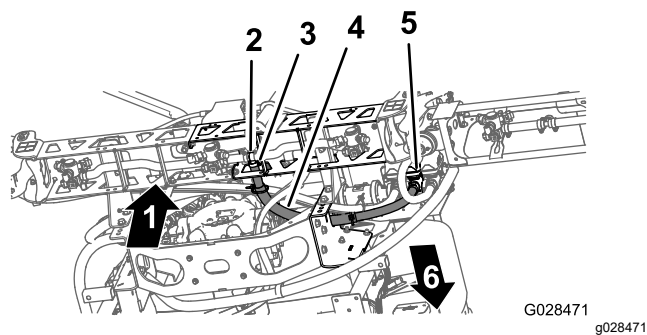

Figura 44
- 1. Oriente a tubagem da secção da rampa central como se mostra na Figura 44.
- 2. Instale o tubo da secção da rampa sobre a união em T estriada na secção da rampa central e prenda o tubo com uma braçadeira de tubos (Figura 44).